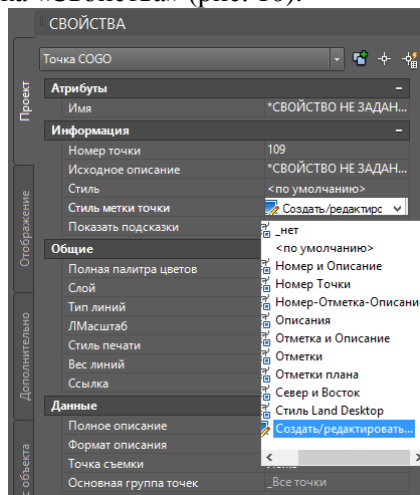

Рис. 10. Блок «Свойства»
6. После появления на чертеже массива импортированных точек COGO настроить вид и размер их отображения, выбрать необходимые подписи средствами вкладки «Параметры» области инструментов и блока «Свойства» (рис. 10).